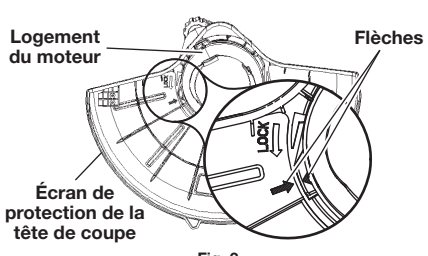

Fig. 3
- Alignez la flèche sur l'écran de protection de la tête de coupe avec la flèche sur le logement du moteur (Fig. 3).
- Tournez l'écran de protection de la tête de coupe dans le sens inverse des aiguilles d'une montre, dans la direction VERROUILLER (Fig. 3), jusqu'à ce qu'il s'enclenche en place. Assurez-vous que l'écran de protection de la tête de coupe est assemblé conformément aux instructions de la section *Familiarisez-vous avec votre appareil*.